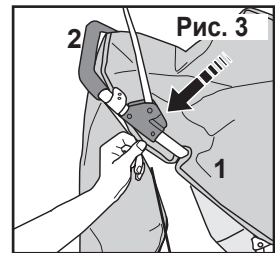

Рис. 3
4. Вставьте гайку М6 (I) в 6-гранное углубление в задней оси и плотно закрутите винт (Н) с помощью крестовой отвертки Phillips (рис. 3).
3. Зафиксируйте подлокотник на раме коляски, нажав на подлокотник. Зажмите (1) вокруг передней ножки (4). Закройте рычаг блокировки нажав на рычаг блокировки на рычаг до щелчка. закрыта, а шпилька (2) полностью проходит через отверстие в рычаге. (Рис. 3).
Безопасные навес стороны вокруг коляской ручки по обеспечению крюк и петля крепеж с каждой стороны (рис. 3).
5. Снимите заднюю (короткую) дугу капюшона. Для этого нажмите на кнопку фиксатора (1) и потяните дугу вверх (2) (рис. 3).
7. Снимите основную (длинную) дугу капюшона. Для этого нажмите на кнопку фиксатора (1) и потяните дугу вверх (2) (рис. 3).